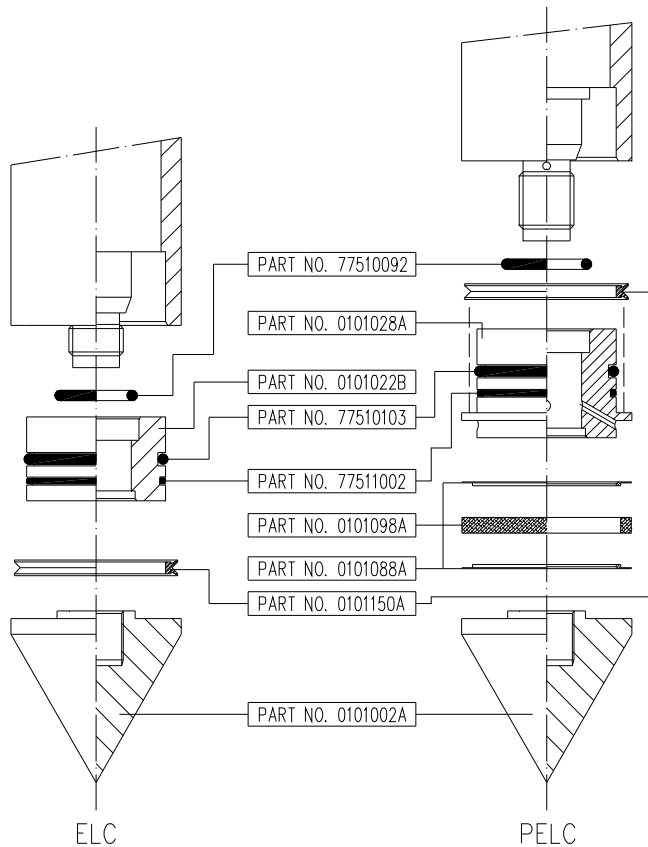

**Afbeelding 1.**
2. Draai de conuspunt los. Gebruik hierbij zonodig een bankschroef met beschermplaten en een haaksleutel zoals is aangegeven in afbeelding 1;